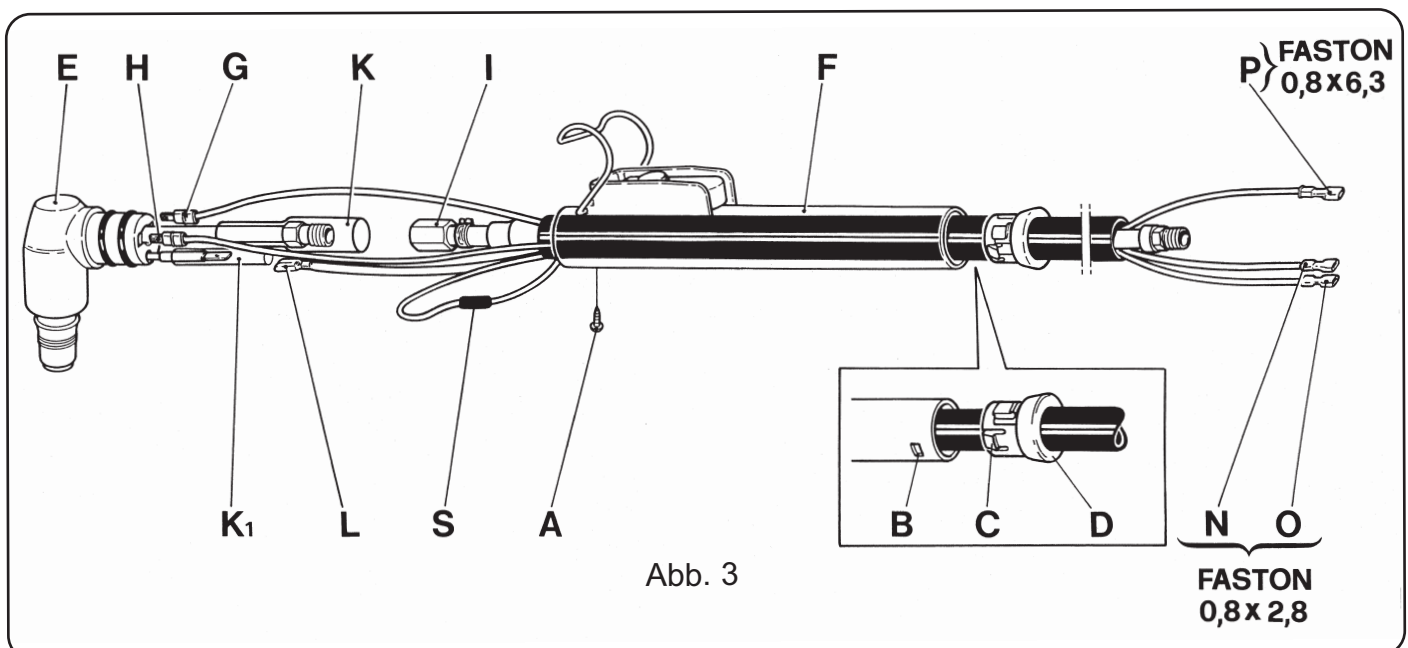

Abb. 3
4.3 AUSTAUSCH DES BRENNERKÖRPERS (E) (ABB. 3)
4.4 AUSTAUSCH DES GRIFFS MIT DRUCKTASTER (ABB. 3)
4.5 AUSWECHSELN DES KABEL (ABB. 3).